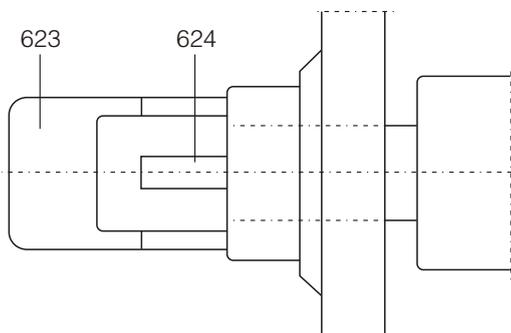

Fig. 59 - 1ª marca na bucha (623)
- 01. Rosquear a bucha (623) na tampa do mancal. Usar fita de teflon na rosca para permitir a fixação na posição mais favorável à visão do operador.
- 02. Empurrar o eixo totalmente na direção do recalque e usando uma lâmina de serra, afiada, fazer superficialmente na bucha a 1ª marca na direção da extremidade do pino de controle (624) (vide Fig. 59).